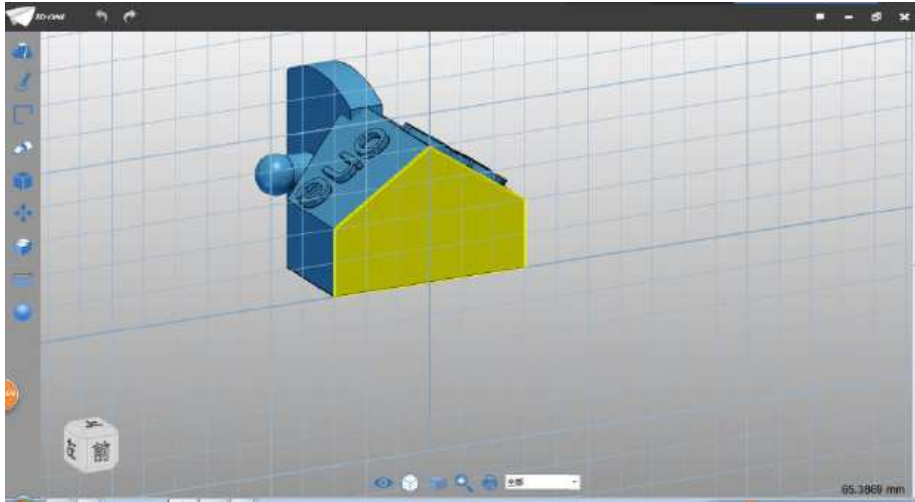

图 2-1
Step 1 选择参考命令 ，绘制平面如下图 2-1 所示：